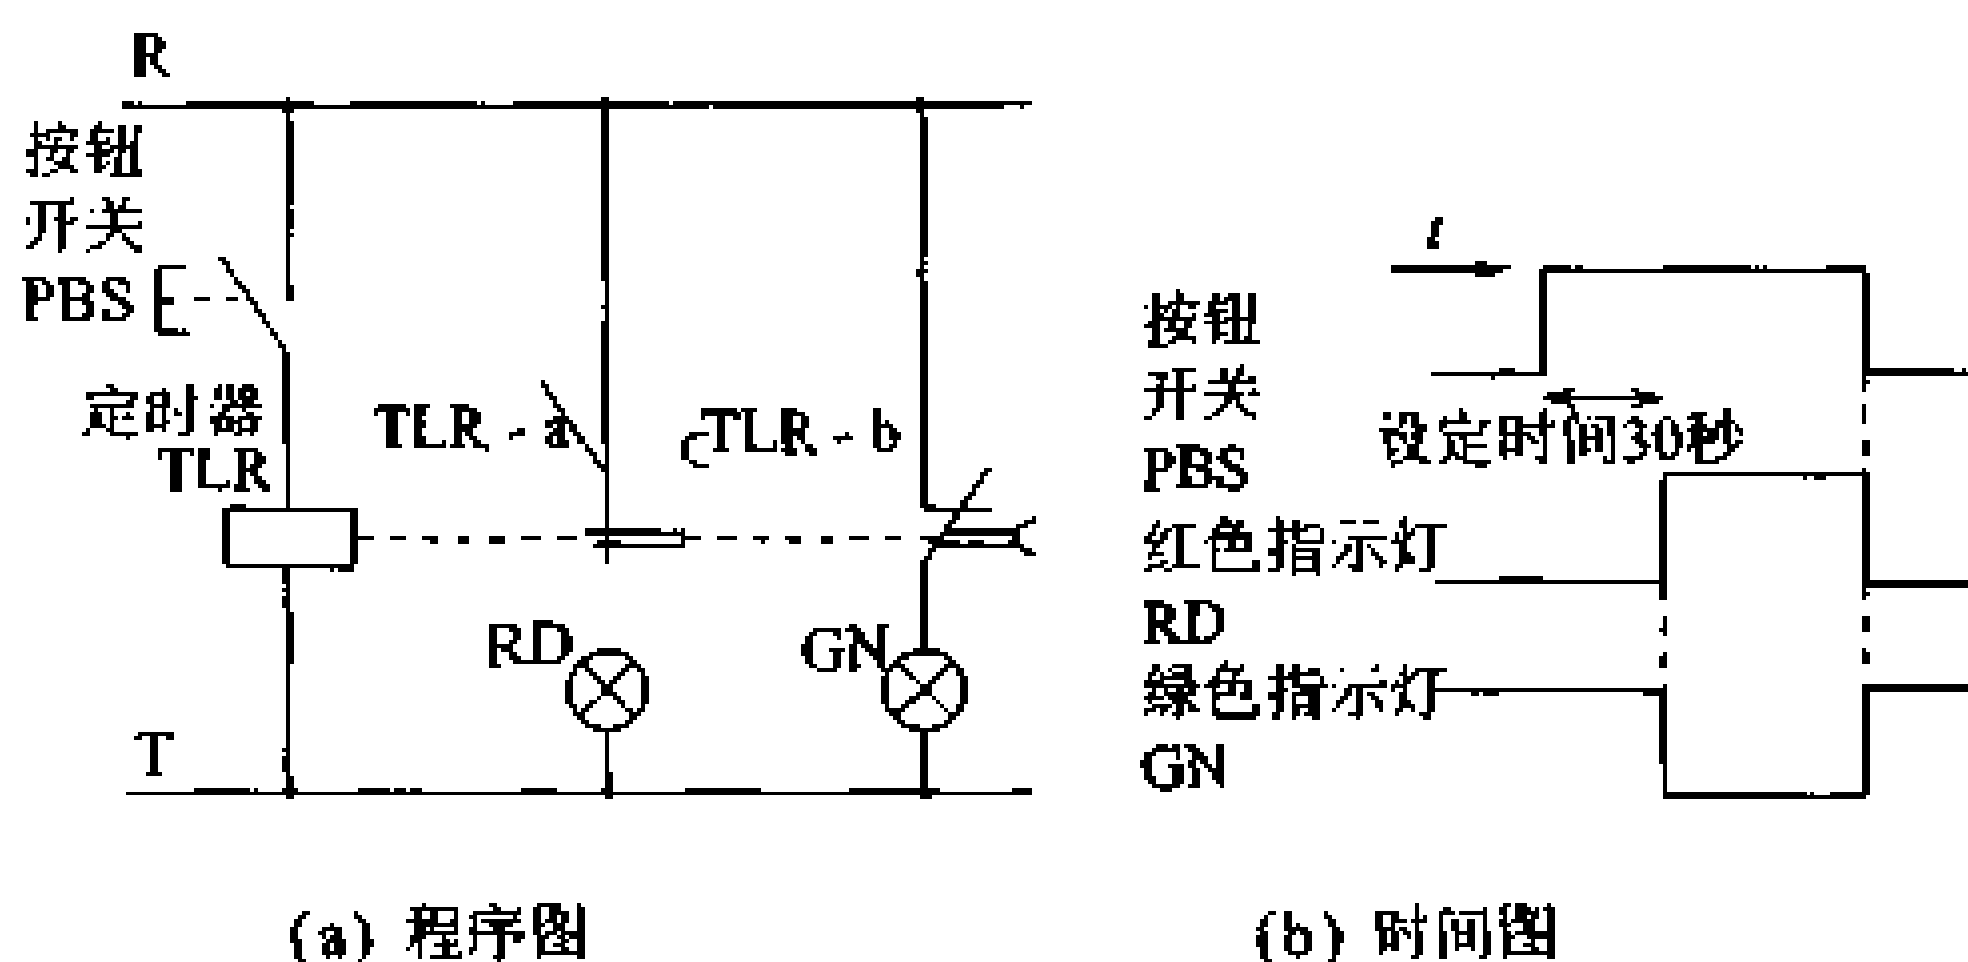

图 7.28 采用定时器限时动作的指示灯亮灭电路
**控制例 1** 图 7.28 是采用定时器(TLR)限时动作指示灯点亮与熄灭的电路,红灯不亮,绿灯亮。如果将开关 PBS 持续按下 30s 钟,红灯亮,绿灯熄灭。